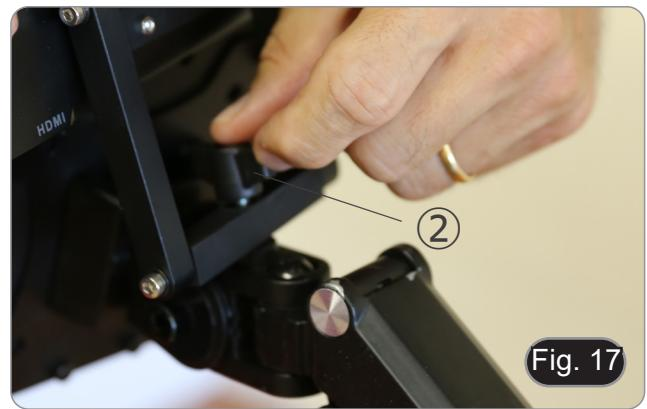

Fig. 17
12. Stecken Sie den mitgelieferten Knopf ② in die Monitorhalterung und schrauben Sie ihn dann in das Gewindeloch des horizontalen Arms. (Fig. 17)